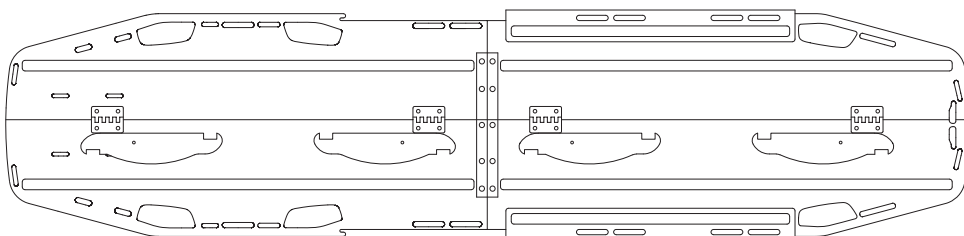

Fig.2
a) Aprire la tavola spinale (fig. 2),